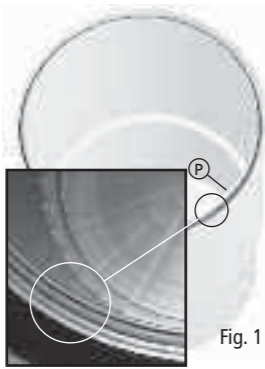

Fig. 1
- Avant le premier démarrage, il est nécessaire de mettre en place la bague d'étanchéité du couvercle (P), fourni individuellement dans un sac en polyéthylène. Il faut insérer cette bague convenablement dans sa cuvette située dans la partie supérieure du boîtier du filtre (Fig. 1).